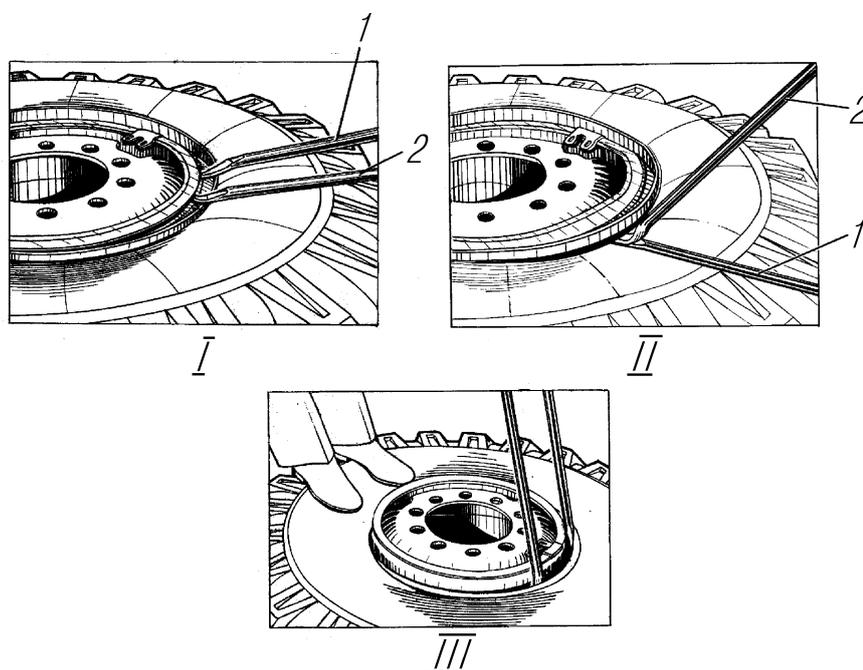

Рис. 50. Разборка колеса:
2. Снимите борт шины с посадочной полки обода, для чего введите плоский конец короткой монтажной лопатки в демонтажный паз между бортовым и замочным кольцами и отожмите бортовое кольцо вниз, в образовавшийся зазор введите рядом плоский конец второй монтажной лопатки (рис. 50, I). Нажимая на обе лопатки и поочередно переставляя их по кругу на
– затем между ней и бортовой закраиной (бортовым кольцом) заведите крюкообразный конец большой монтажной лопатки так, чтобы плоский конец короткой монтажной лопатки разместился в ее пазу (допускается применять молоток) и, опираясь пяткой второй лопатки о первую, надежно зацепившись ее крюкообразным концом за бортовое кольцо, одновременно отжимая обе лопатки (рис. 50, II) осадите борт шины вниз;
– введите плоские концы монтажных лопаток между ободом и бортом шины в зоне вентиля на расстоянии 200–250 мм друг от друга (рис. 50, III) и, нажимая на них, переместите часть борта через посадочную полку вверх (выведите его наружу обода). При этом противоположная часть борта шины должна обязательно находиться в монтажном ручье обода;